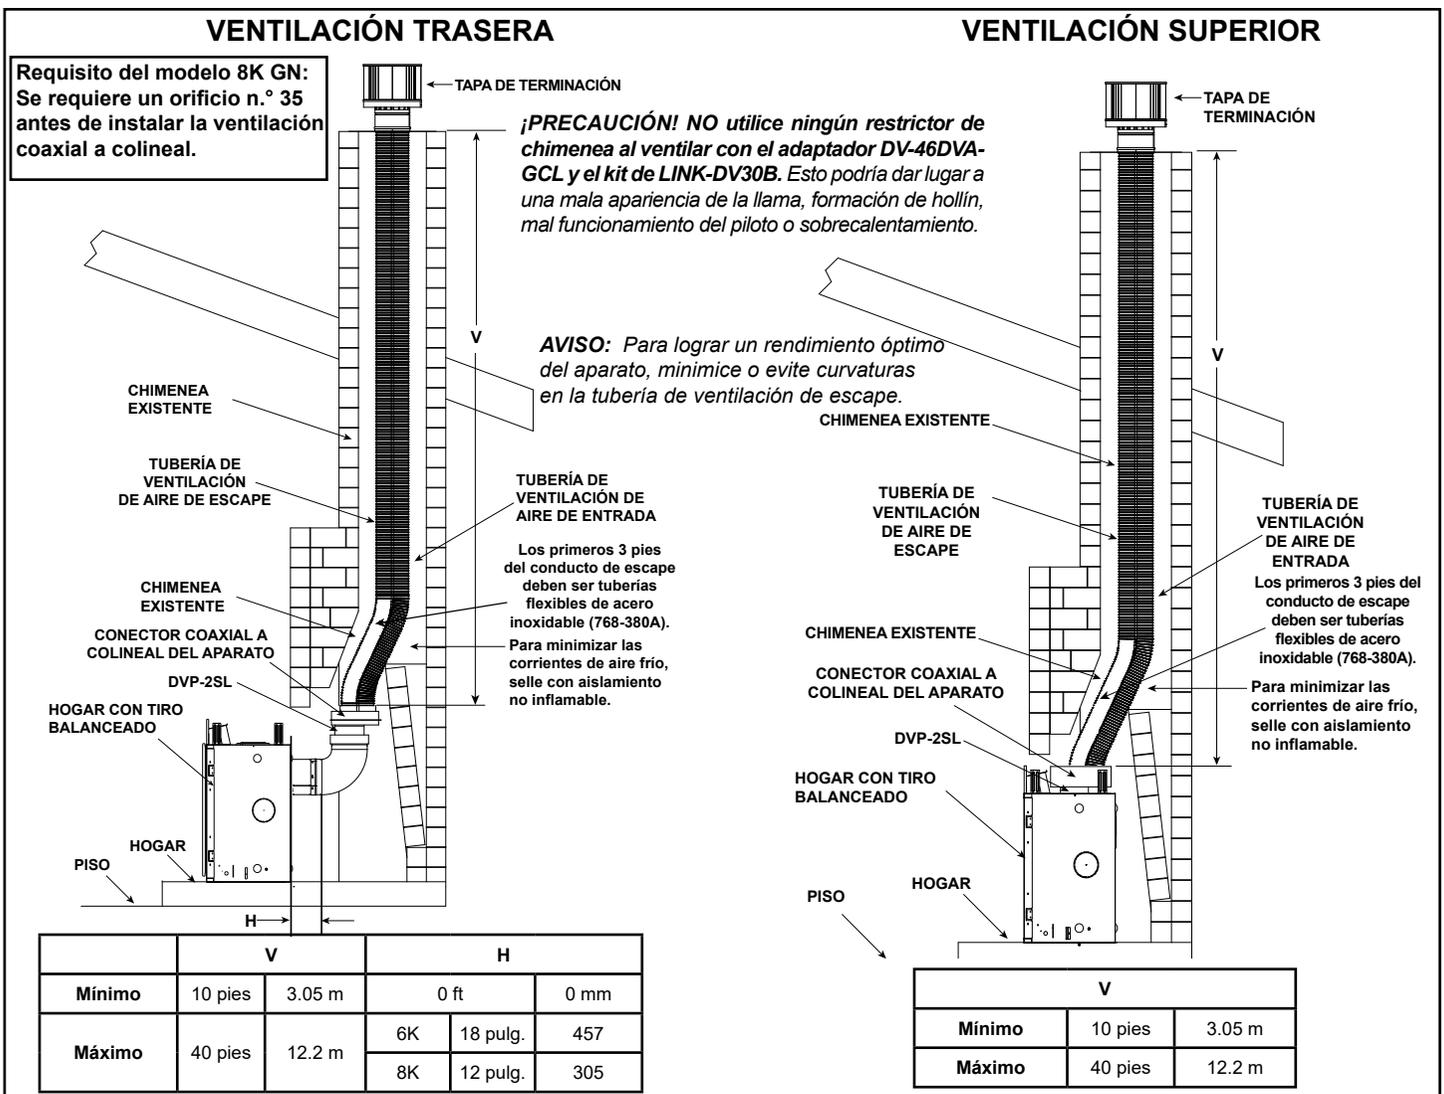

Figura 4.30
- Retire la tapa de sellado superior y el aislamiento, si existen. Consulte la Sección 6 "Preparación del aparato". Conecte el DVP-2SL al adaptador de 8 pulgadas (25.4 mm). Siga las instrucciones de instalación que se incluyen con el kit de DVP-2SL. Conecte el adaptador DV-46DVA-GCL al adaptador del aparato con tornillos autorroscantes de 3-1/2 pulgadas (88.9 mm). Consulte la Figura 4.30.
Siga las instrucciones de instalación que se incluyen con el kit de DVP-2SL. Sujete el adaptador DV-46DVA-GCL al DVP-2SL con tornillos autorroscantes de 3-1/2 pulgadas (88.9 mm). Consulte la Figura 4.30.